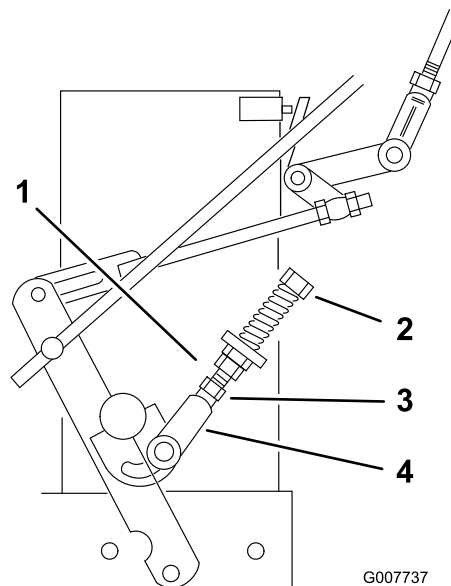

Figure 32
9. Si la roue tourne quand le levier de déplacement est maintenu au point mort, il faut régler les timoneries de commande du point mort (Figure 32). Si la roue s'arrête, passez à l'opération 12.
10. Desserrez l'écrou contre la chape de timonerie de commande de point mort (Figure 32).
11. Ajustez la timonerie de commande du point mort jusqu'à ce que la roue motrice correspondante s'arrête quand le levier de commande est tiré contre le ressort de point mort (position point mort) (Figure 32).
12. Tournez le boulon de réglage de 1/4 de tour approximativement dans le sens horaire si la roue tourne en arrière ou de 1/4 de tour approximativement dans le sens antihoraire si la roue tourne en arrière (Figure 32).